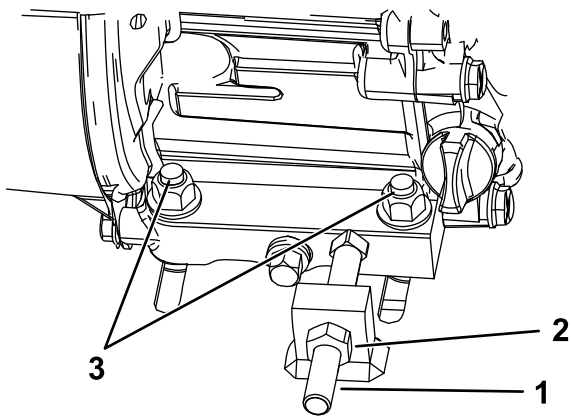

Figura 25
4. Afloje los 4 pernos de montaje del motor y las contratuercas que sujetan el perno de ajuste (Figura 25).
7. Apriete las fijaciones que sujetan el motor al bastidor (Figura 25).
2. Afloje los 4 pernos de montaje del motor y las contratuercas que sujetan el perno de ajuste (Figura 25).